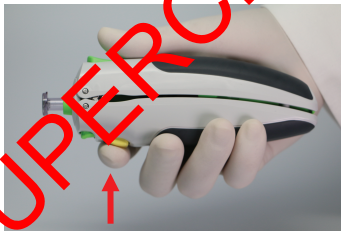

Abbildung 10
- a) Halten Sie mit dem Zeigefinger die Sicherheitstaste des Injektionsapparats gedrückt. Dadurch kann sich das innere Kerngehäuse frei zurückziehen, wie in Abbildung 10 gezeigt.
HINWEIS: Wenn das innere Kerngehäuse in seine ausgefahrene Ursprungsposition zurückkehrt und einrastet, drücken Sie einfach noch einmal die Sicherheitstaste (siehe Abbildung 10) und starten Sie den Injektionsvorgang aus Abschnitt 4.